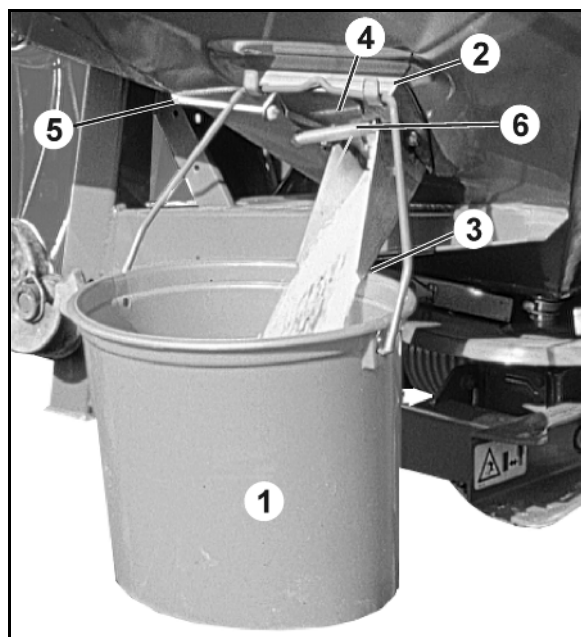
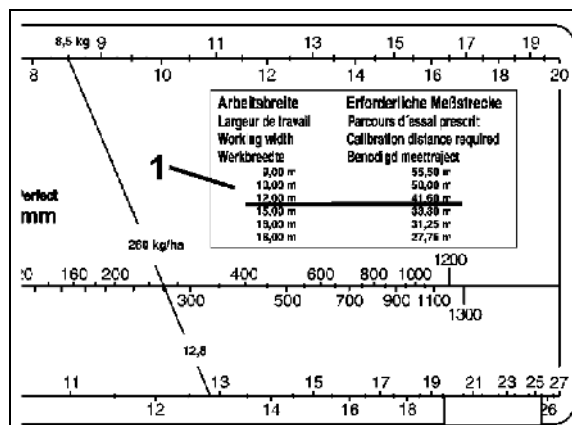

Рис. 68
Рис. 69
3. На основании таблицы (Рис. 68) номограммы или сведений на задней стороне счетного диска (Рис. 69) определить для требуемой рабочей ширины (12 м) требуемое расстояние для измерения (41,6 м).